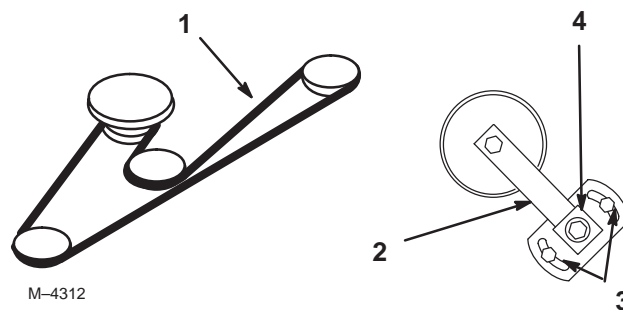

Figure 66
3. Desserrez les deux écrous de fixation de la plaque du bras de tension et déplacez ce dernier pour détendre la courroie sur la poulie de tension. Déposez la courroie usée du plateau de coupe (Fig. 66).
4. Installez une courroie neuve autour des poulies d'axe, du guide-courroie, de la poulie de tension et dans la gorge inférieure de la poulie d'axe centrale (Fig. 66).